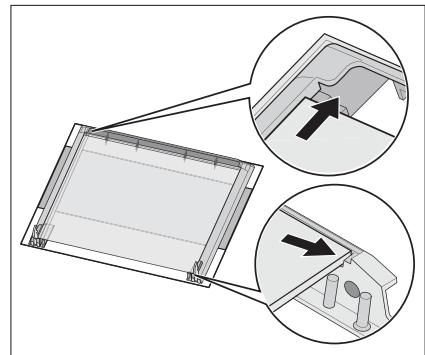

Fig. 12
- c) la vitre supérieure doit être remontée comme indiqué sur la Fig. 12.